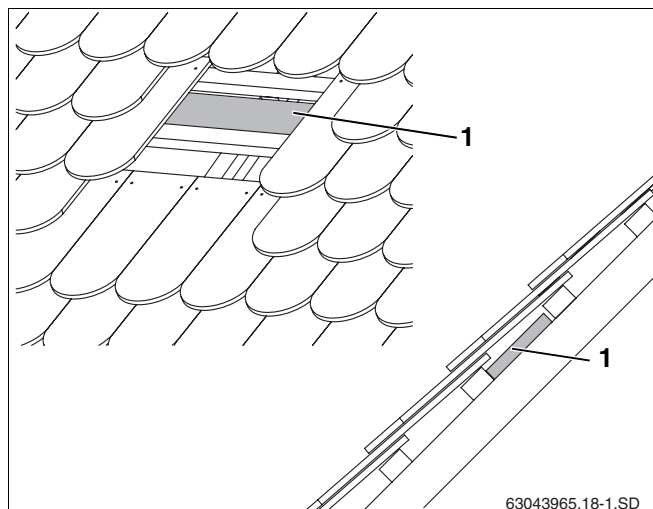

Fig. 16 Monter les planches/madriers si nécessaire
Selon la position des crochets il peut s'avérer nécessaire de poser des planches/madriers à portance suffisante sur les chevrons (éviter les contre-lattes) (fig. 16, **pos. 1**) pour pouvoir monter le crochet entre les chevrons.